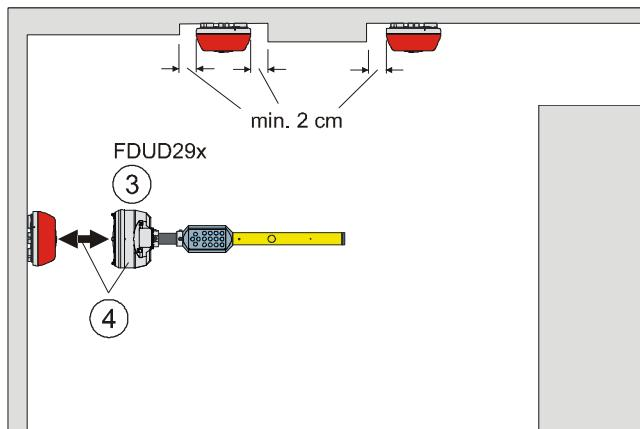

Fig. 4
- The alarm sounder must be easily accessible for commissioning and maintenance so that it can communicate with the detector exchanger and tester FDUD29x via the interface (MC link) (Fig. 4)..
- Für die Inbetriebnahme und Wartung muss der Alarmtongeber gut zugänglich sein, damit er über die Schnittstelle (MC-Link) zum Prüfplücker FDUD29x kommunizieren kann (Fig. 4).
- Pour la mise en service et la maintenance, le diffuseur sonore doit être bien accessible afin de pouvoir communiquer via l'interface (MC-Link) avec le vérificateur/échangeur de détecteurs FDUD29x (fig. 4).
- De cara a la puesta en servicio y al mantenimiento, la sirena de alarma deberá estar plenamente accesible con la finalidad de poder efectuar la comunicación mediante la interfaz (MC-Link) al extractor/probador de detectores FDUD29x (Fig. 4).
- Per la messa in servizio e la manutenzione, la sirena d'allarme deve essere ben accessibile, in modo che possa comunicare con l'estrattore e tester FDUD29x tramite l'interfaccia (MC-Link) (Fig. 4).